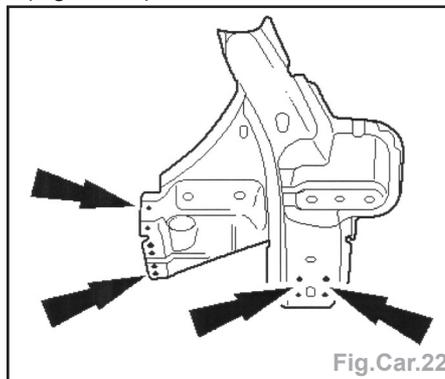

Fig.Car.22
- Réaliser le perçage (flèches) afin de souder par bouchonnage au Ø 10 mm (Fig.Car.22).